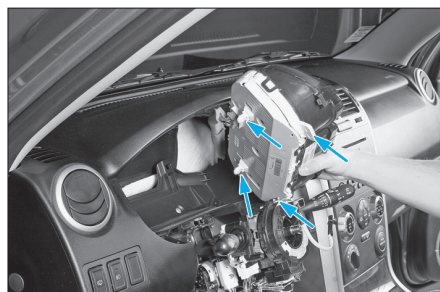

FIG. 28
- Dégrafer le combiné en tirant vers soi (Fig.28).